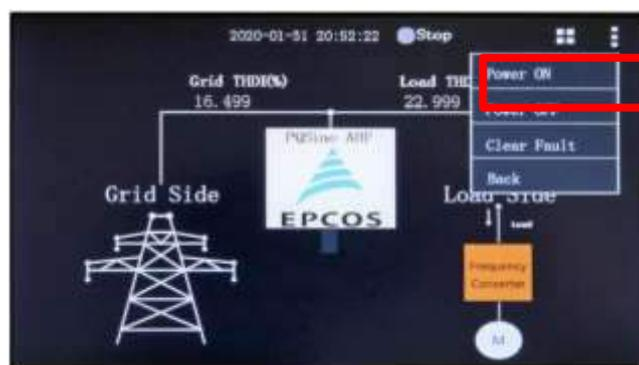

Fig. 3-16 Botón Power On
6. Una vez energizado el sistema, éste necesita un tiempo antes de poder ponerse en marcha. Transcurrido ese tiempo, arranque el sistema se realiza pulsando el botón de "POWER ON" desde la pantalla (Fig. 3-16) que encontrará en el icono .
- En el icono  de la pantalla LCD, envíe el comando "Power Off" y el sistema se apagará (Fig. 3-16). Esta opción solo apaga el funcionamiento de los componentes de potencia en el sistema, pero el bus de continua y la fuente de alimentación auxiliar todavía seguirán energizadas, con la unidad de control correspondiente en espera. No se permite el mantenimiento o la apertura del Armario en este modo.